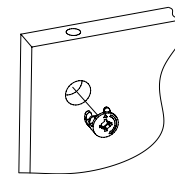

Рис.2
2. Вставить головки минификсов в соответствующие плоскостные отверстия планок 2, 3 (Рис. 2).